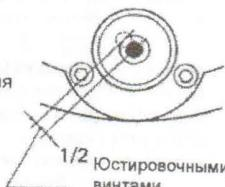

Рис. 7.3
- 4) Устранит оставшуюся половину смещения вращением юстировочных винтов круглого уровня с помощью шестигранного ключа (рис. 7.3).